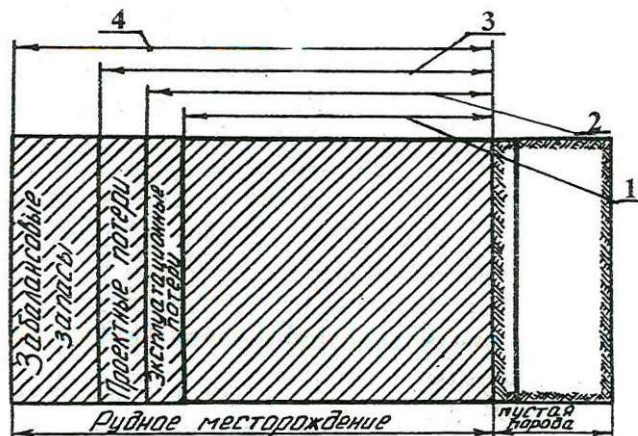

Рис. 1.34.
33. На рис.1.34 схематично показаны различные виды запасов месторождения. Укажите промышленные запасы.